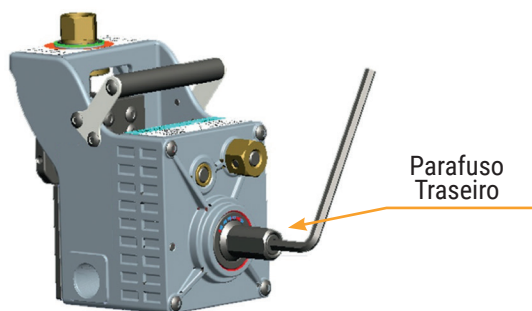

Figura 4
2. Solte o parafuso traseiro do equipamento (figura 4);